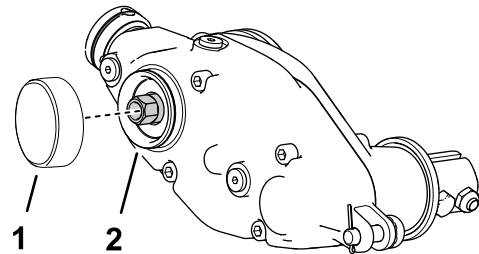

Figure 9
- Appliquez du frein-filet moyenne résistance pour collage de pièces cylindriques (tel que Loctite 609® vert) sur la rainure du circlip et la surface du diamètre extérieur (Figure 9).
- Montez le capuchon comme montré à la Figure 9.